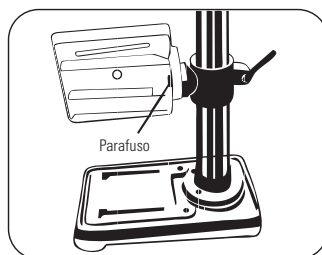

FIGURA 8.10
- Afrouxe o parafuso localizado na mesa **7** (Figura 8.10).
- Volte a apertar o parafuso (Figura 8.10).